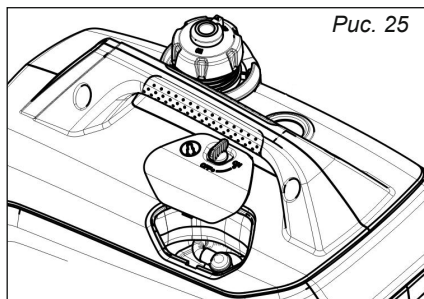

Рис. 25
1. Откройте крышку свечного отсека, *рис. 25*.